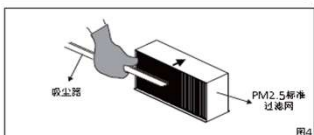

图4
④用吸尘器将PM2.5标准过滤网上的灰尘或脏物清除。(图4)
③用吸尘器将PM2.5标准过滤网上的灰尘或脏物清除。(图4)
④安装PM2.5标准过滤网。
⑤相反的步骤固定下检修门。